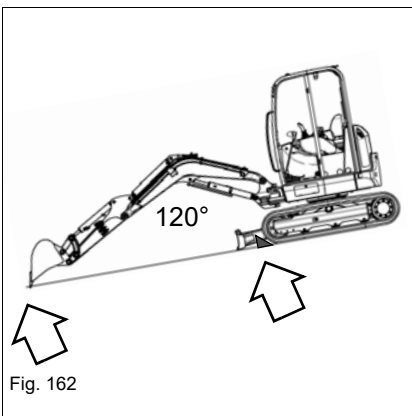

Fig. 162
- Proteger o veículo com calços (ver Fig. 162).